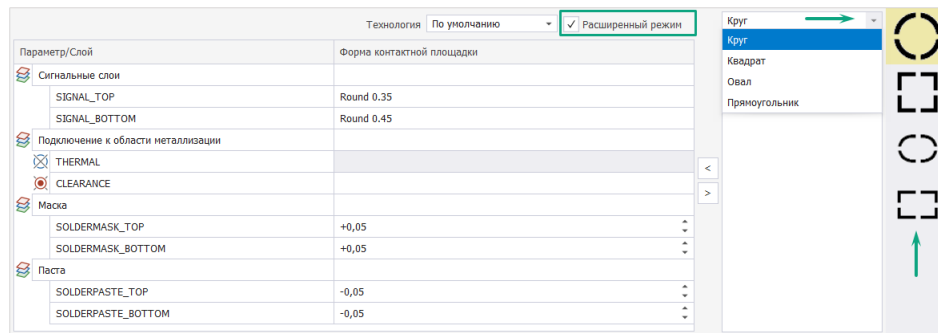

Рис. 62 Выбор формы термобарьера
3. Выбрать форму термобарьера из существующего перечня в правой части окна или из выпадающего списка, см. Рис. 62.